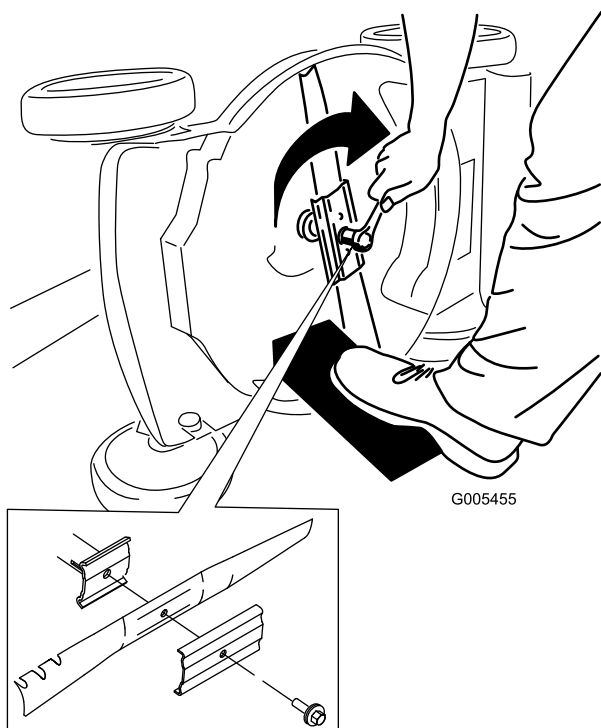

Figura 42
5. Instale la cuchilla nueva y todos los herrajes de montaje (Figura 42).